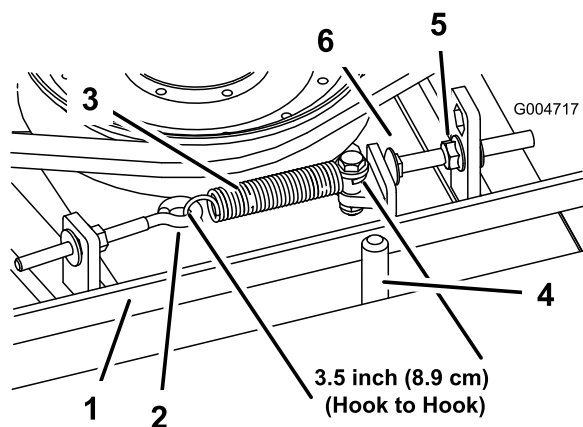

Figura 75
Cuando está correctamente tensado, la longitud en el interior del muelle de extensión (entre ganchos) debe ser de 8,3 cm a 9,5 cm aproximadamente. Una vez que haya obtenido la tensión correcta del muelle, ajuste el perno de tope (perno de cuello cuadrado) hasta que quede aproximadamente 2–5 mm de holgura entre la cabeza del perno y el brazo tensor (Figura 75).
Nota: Asegúrese de que la correa está colocada en el lado del muelle de la guía de la correa (Figura 75).
- Afloje el perno de ojal para poder retirar el muelle de extensión (Figura 75).
- Afloje la tuerca con arandela prensada que fija el perno de tope a la pestaña de montaje, y aparte la polea tensora de la correa para aliviar la tensión de la correa (Figura 75).
9. Conecte el muelle de extensión (Figura 75) al perno de ojal y tense la correa de la siguiente manera: